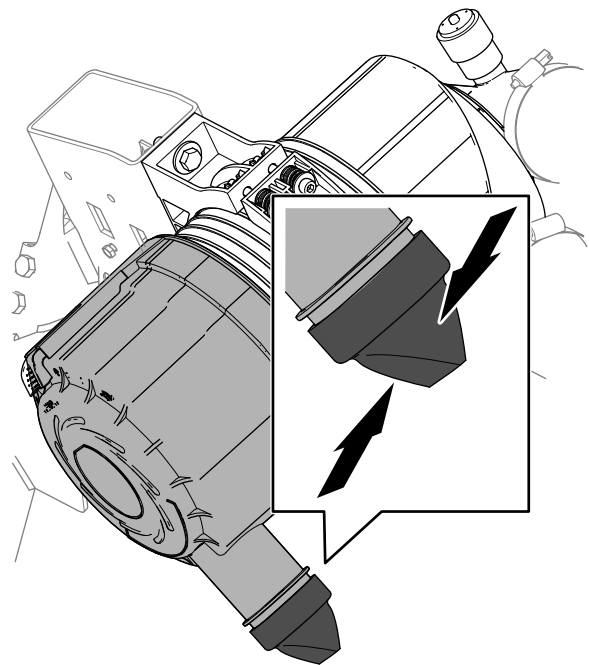

**Bild 106**
3. Überprüfen Sie die Wartungsanzeige am Ende des Luftfiltergehäuses (Bild 106).